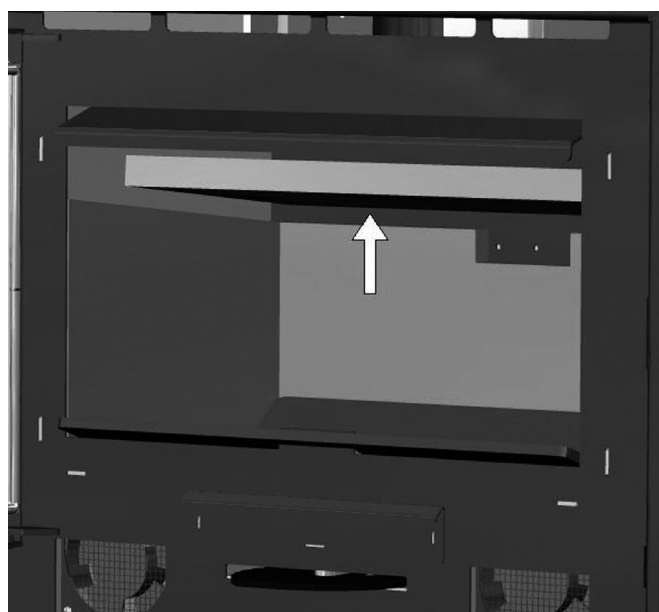

FIG. 6
- Far scorrere il deflettore verso l'alto, sollevare maggiormente un lato rispetto all'altro sino a quando è possibile abbassarlo tra le due coperture e toglierlo dal focolare. Fare attenzione alla vermiculite che è fragile. (Fig. 6 - 7 - 8).